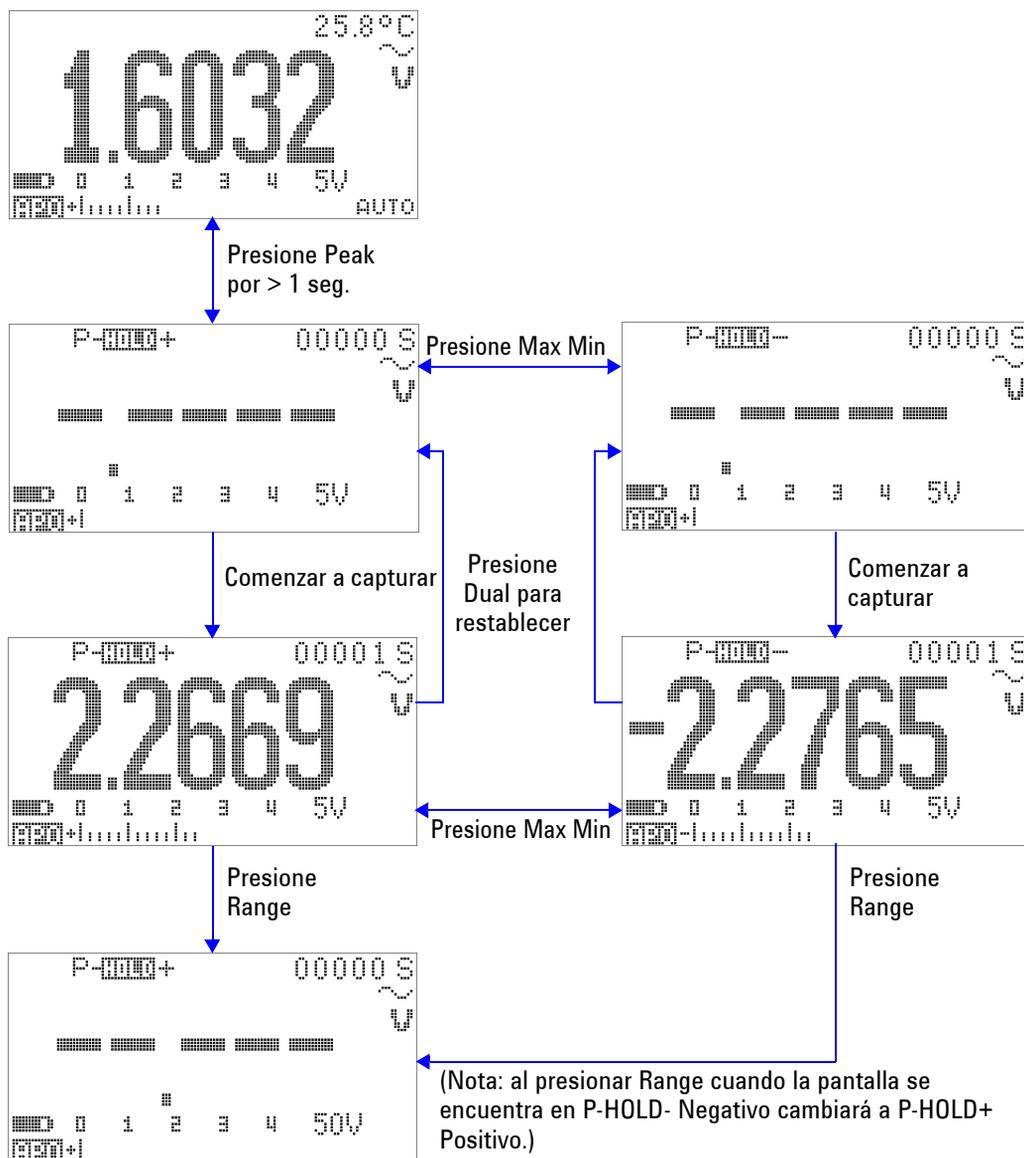

Figura 3-7 Operación del modo Retención de picos de 1 ms
- 4 En el ejemplo de medición que se muestra en la Figura 3-7 en la página 70, el factor de cresta será $2.2669/1.6032 = 1.414$.